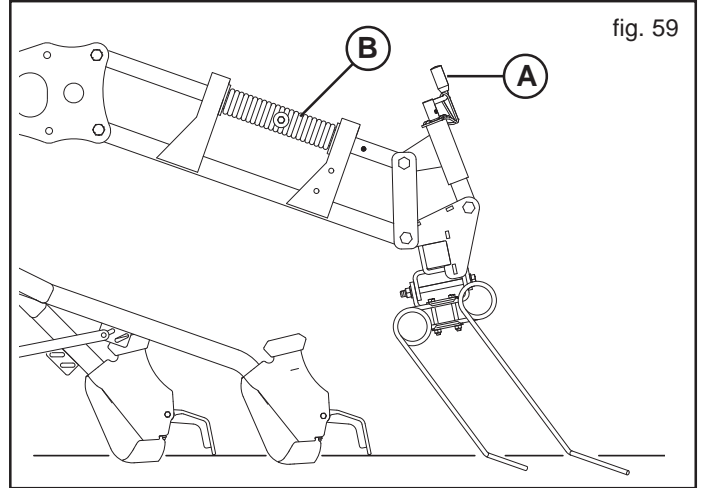

fig. 59
La presión de trabajo de los dientes de muelle de la grada cubresemillas se puede variar girando el muelle (B) situado en el brazo paralelo superior (Fig. 59).